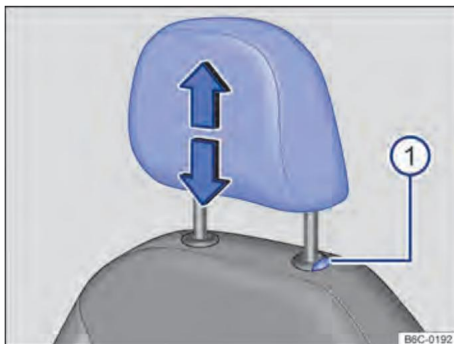

Figure. 70 Appui-tête avant : désinstaller.
– Retirer l'appui-tête avec le bouton →  Fig. 70 1 enfoncé.
- Abaissez complètement l'appui-tête avec le bouton → fig. 70 1 enfoncé.